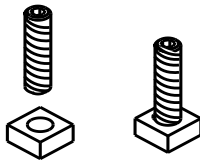

Figure 20.1
1. Vissez les boulons Allen dans les écrous jusqu'à ce qu'ils soient à ras (**Figure 20.1**). Les boulons Allen et les écrous sont inclus dans l'ensemble de composants placé à l'intérieur de la boîte à feu de l'appareil.
1. Enduisez la sortie d'air de 76 mm (3 po) d'une couche de silicone haute température. Ne pas mettre de silicone à l'intérieur du tuyau (**Figure 20.1**).
2. Glissez l'adaptateur supérieur de ventilation sur la sortie d'air arrière et réglez l'ensemble à la verticale, jusqu'à ce que le haut du conduit de cheminée soit centré et à niveau (**Figure 20.1**).